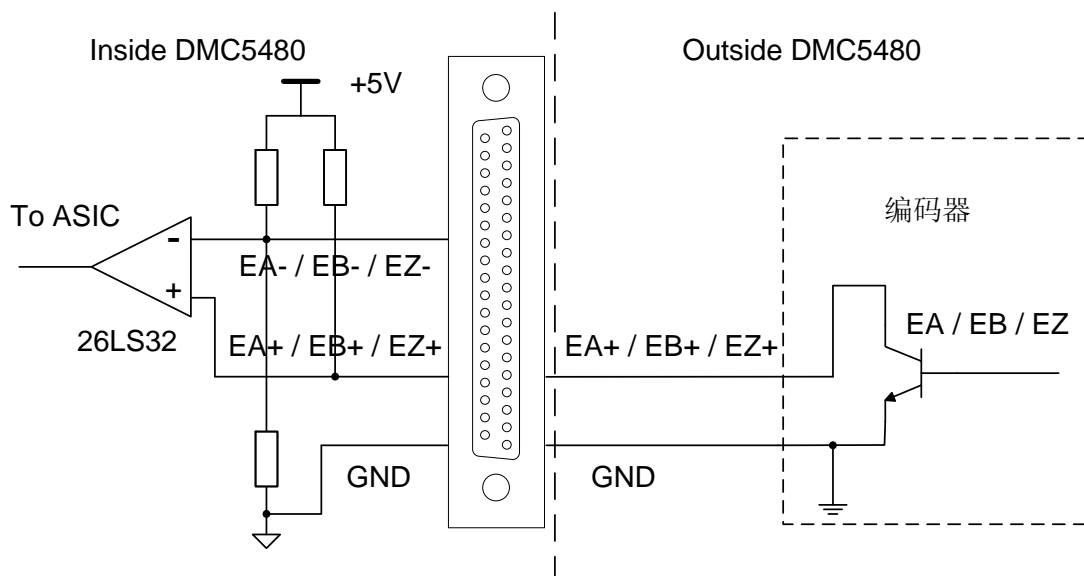

图2-23 集电极开路输出的编码器接线原理图
ERC（Deflection counter clear）信号将 AC 伺服电机驱动器中的位置偏差计数器清零，使电机立即停止。ERC 通常在以下 4 种情况下使用：(1) 回原点运动结束；(2) 运动到限位开关位置；(3) 接收到报警信号；(4) 接收到了一个急停信号。接线原理图如图 2-23 所示：
如图 2-23 所示，如果使用集电极开路输出的编码器，则编码器输出信号接 EA+/EB+/EZ+端，而 EA-/EB-/EZ-端悬空。